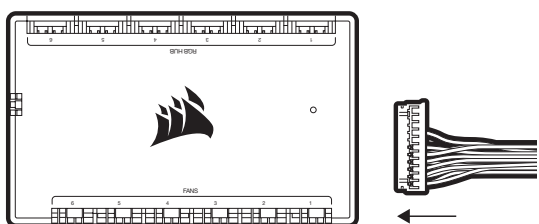

Figura 1
- > Collegare il cavo a 24 pin della pompa a COMMANDER CORE (Figura 1).